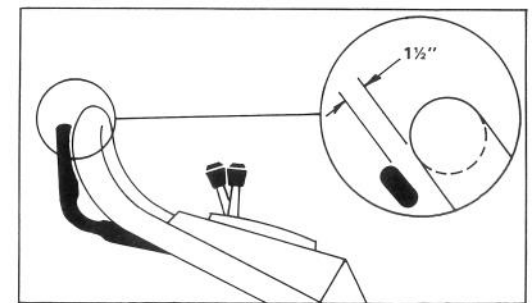

Bild 17
4. Antriebshebel anheben, bis leichter Widerstand spürbar ist. Der Antriebshebel sollte bei optimaler Justierung etwa 3,5 cm vom Griff entfernt sein (Bild 17).